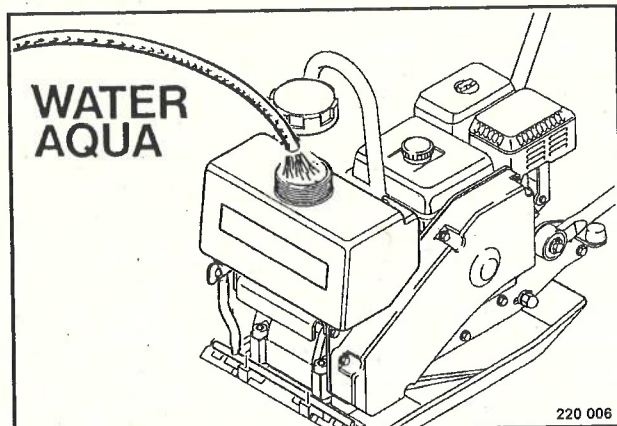

Fig. 1
- Llenar el depósito de agua con agua (Fig. 1).